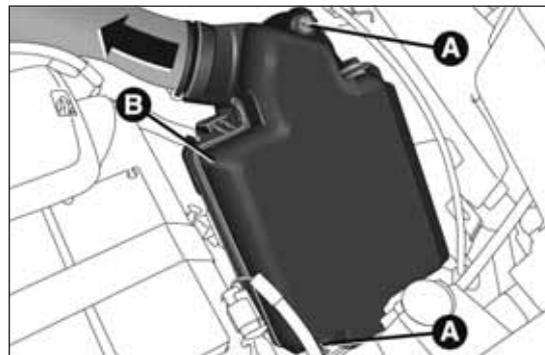

fig. 202
- aflojar los dos tornillos A fig. 202;